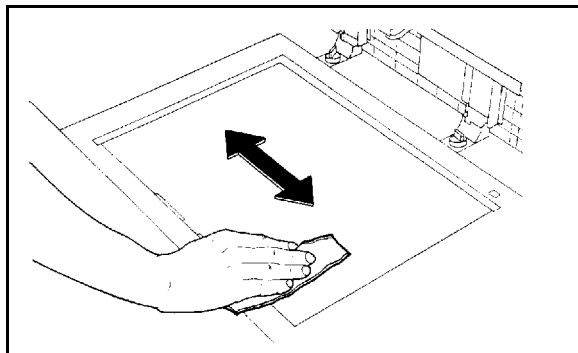

Figura 3: limpar o Vidro de originais
- 2 Limpe o Vidro de originais esfregando-o no sentido longitudinal, conforme ilustrado na Figura 3. Mantenha seus dedos fora do vidro.